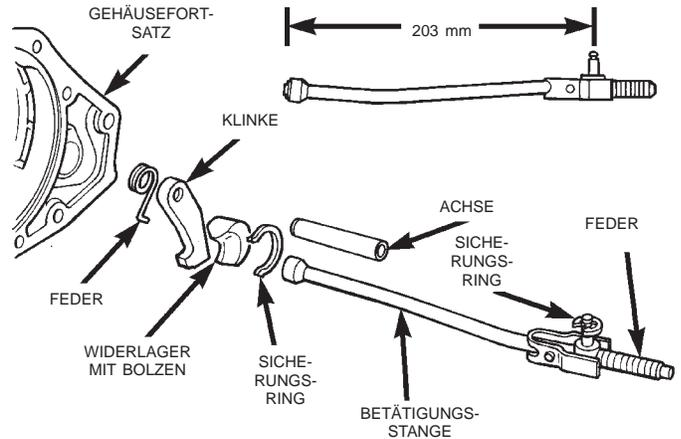

Abb. 34 Parksperrklinke
(1) Fahrzeug anheben und Gelenkwelle ausbauen.
(2) Gehäusefortsatz ausbauen.
(3) Achse der Parksperrklinke aus dem Gehäusefortsatz schieben. Parksperrklinke und Parksperrfeder ausbauen (Abb. 34).
(4) Sicherungsring entfernen. Widerlager/Parksperrklinke und Bolzen aus dem Gehäuse nehmen.
(5) Falls die Parksperrstange ausgebaut werden soll, ist zuvor der Ausbau des Ventilgehäuses erforderlich.
(1) Achse der Parksperrklinke auf Riefen und ungehinderte Beweglichkeit in Gehäuse und Parksperrklinke prüfen. Parksperrklinke und Federn der Betätigungsstange auf bleibende Verformung und Ermüdung prüfen. Verschlissene und beschädigte Teile ersetzen.
(2) Den Sperrvierkant der Parksperrklinke auf ausgebrochene Kanten prüfen. Parksperrzahnkranz auf Beschädigung prüfen. Kopf der Betätigungsstange auf Verschleiß- oder Freßspuren prüfen. Die Stange muß ersetzt werden, wenn sie verbogen ist oder der Kopf verschlissen/riefig ist oder Freßspuren aufweist. Parksperrzahnkranz bei Beschädigung ersetzen. Die Parksperrstange muß ersetzt werden, wenn der Verdacht besteht, daß sie nicht die richtige Länge hat.
(3) Widerlager/Parksperrklinke mit Bolzen in das Gehäuse einbauen und mit neuem Sicherungsring befestigen (Abb. 34).
(4) Parksperrklinke und Parksperrfeder in das Gehäuse einsetzen und die Achse der Parksperrklinke einführen. Darauf achten, daß der Sperrvierkant an der Parksperrklinke zum